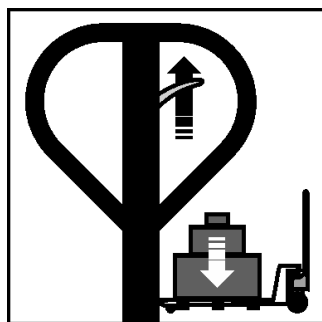

Fig. 10 – Baixando a carga
- Para o correto funcionamento do equipamento, utilize na bomba somente óleo hidráulico viscosidade ISO VG 32 (aproximadamente 250 ml). Verifique periodicamente o nível de óleo da bomba e caso necessário complete o volume. Também recomendamos substituir totalmente o óleo da bomba a cada 12 meses e, em caso de necessidade, substituir também os reparos. Para completar ou substituir o óleo, remova o parafuso “81” e o ring “80”, complete o volume de óleo e recoloque o ring “80” e o parafuso “81”, ver fig. 10.